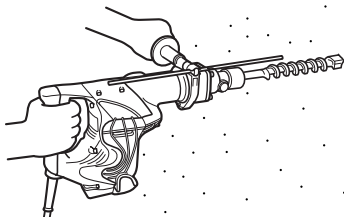

Fig. 5
1. Comment percer des trous (Fig. 5)